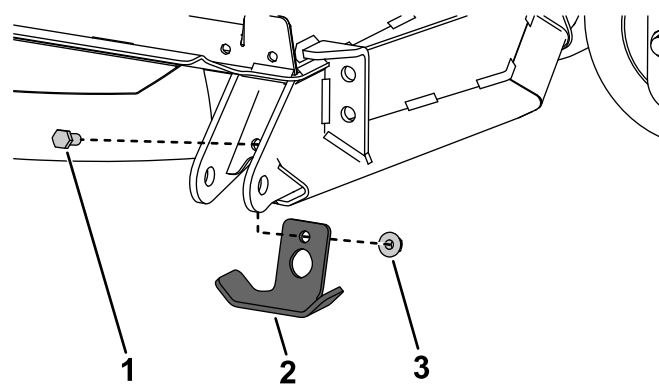

Figura 8
2. Rimuovete i dispositivi di fissaggio che fissano il paramotore preesistente all'apparato di taglio (Figura 8).